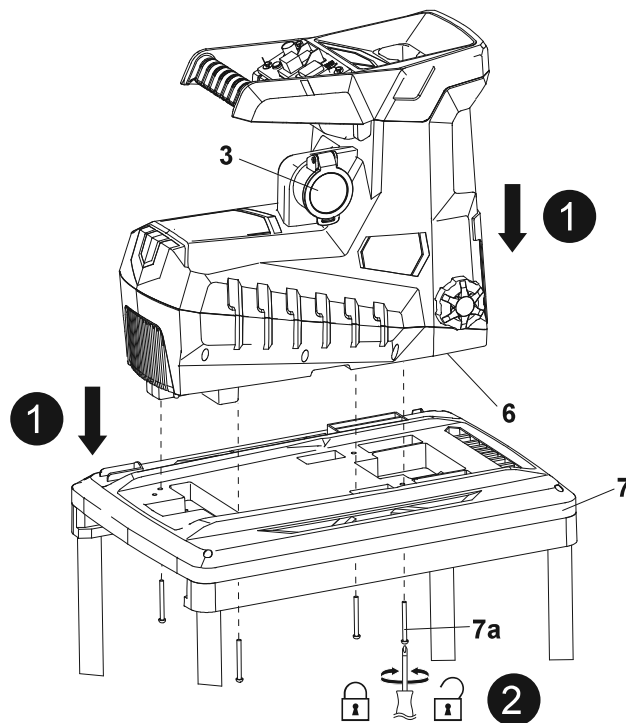

Fig. 4
1. Retire la unidad del motor. Alinee el canal de descarga (6) con la abertura de la placa base (7) y coloque la unidad del motor sobre la placa base (7) (Fig. 4, paso 1).
2. Asegúrese de que la unidad del motor se encuentra asentada correctamente en su posición y de que el cable de alimentación (3) no queda aplastado por la placa base (7).
3. Asegure la conexión con cuatro tornillos de montaje (7a) introducidos desde la parte inferior de la placa base (7) (Fig. 4, paso 2).